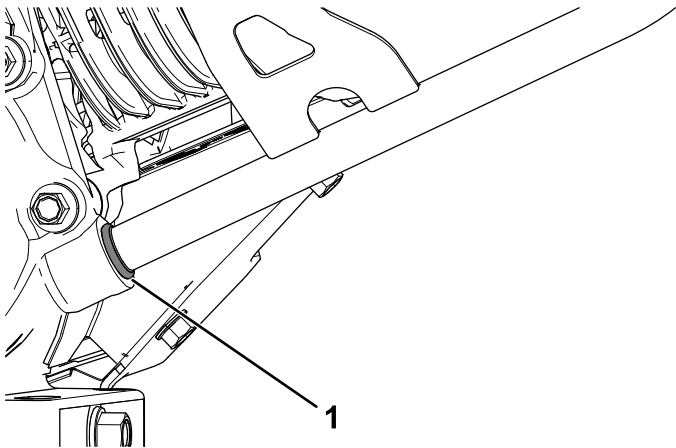

Figura 10
7. Asegúrese de que la parte inferior del tubo de la varilla está enrasada con el orificio del tubo (Figura 10).